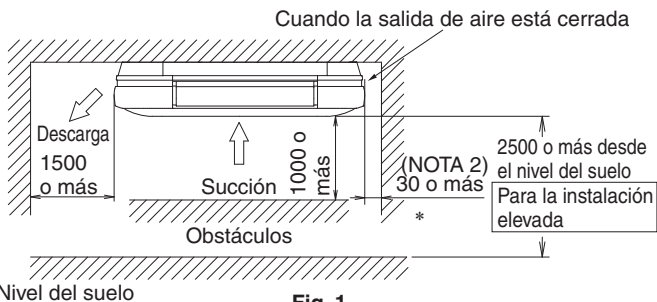
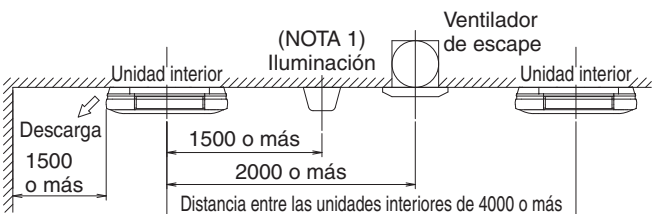

Fig. 1
Fig. 2
**(Refiérase a la Fig. 1 y Fig. 2)**